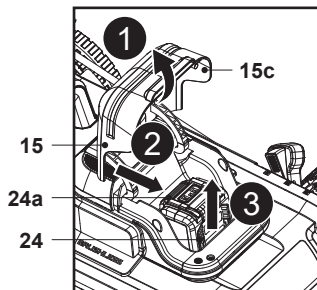

Fig. 9
1. Soulever le couvercle magnétique (15c) et ouvrir le couvercle du compartiment de la batterie (15) (Fig. 9, étape 1).
2. Appuyer sur le bouton de déverrouillage (24a) pour déverrouiller le verrou de la batterie (24) (Fig. 9, étape 2).
3. Faire glisser la batterie (24) hors du compartiment de la batterie (Fig. 9, étape 3).
4. Fermer le couvercle du compartiment de la batterie (15) avec précaution.